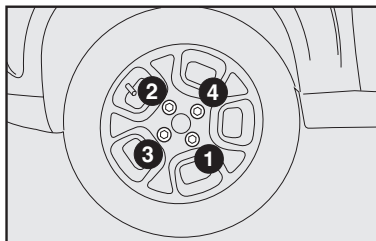

fig. 9
12) Apriete a fondo los tornillos, pasando de un tornillo al otro diametralmente opuesto siguiendo el orden ilustrado en la **fig. 9**.